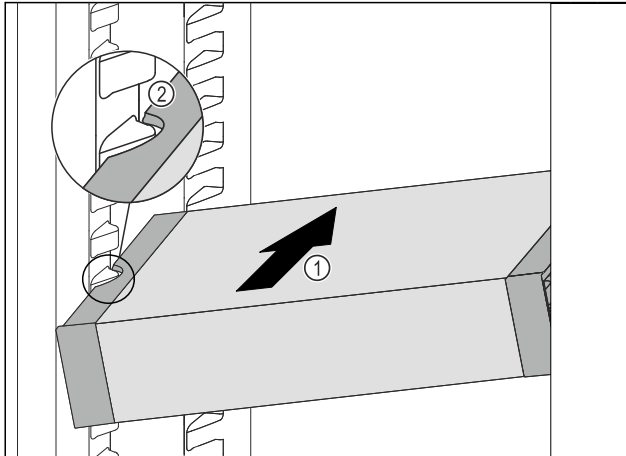

Fig. 79
- VarioSafe schuin in het koelgedeelte schuiven Fig. 79 (1), tot de uitsparingen aan de zijkant Fig. 79 (2) van de VarioSafe op de hoogte van de rib in het koelgedeelte zitten.